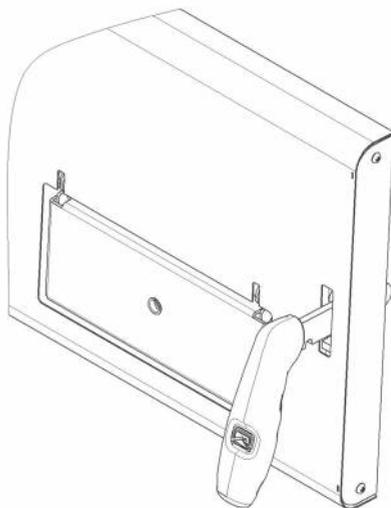

Рисунок 8.4
4. Смонтировать планку декора рисунок 8.4.